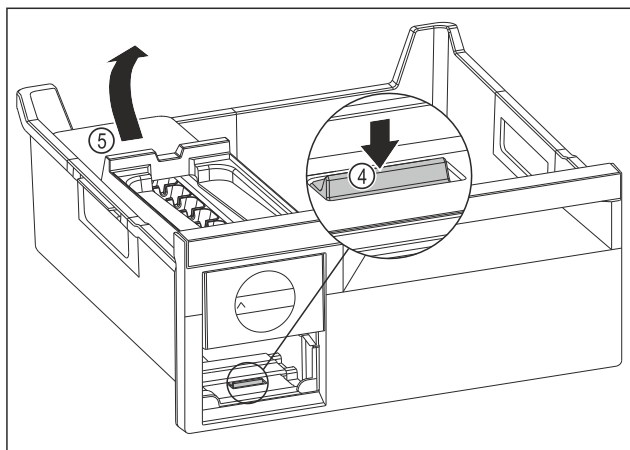

Fig. 96
- Retirer le corps de l'EasyTwist-Ice : Avec le doigt, pousser la languette Fig. 96 (4) vers le bas tout en soulevant de l'autre main le corps de l'EasyTwist-Ice Fig. 96 (5) depuis l'arrière.